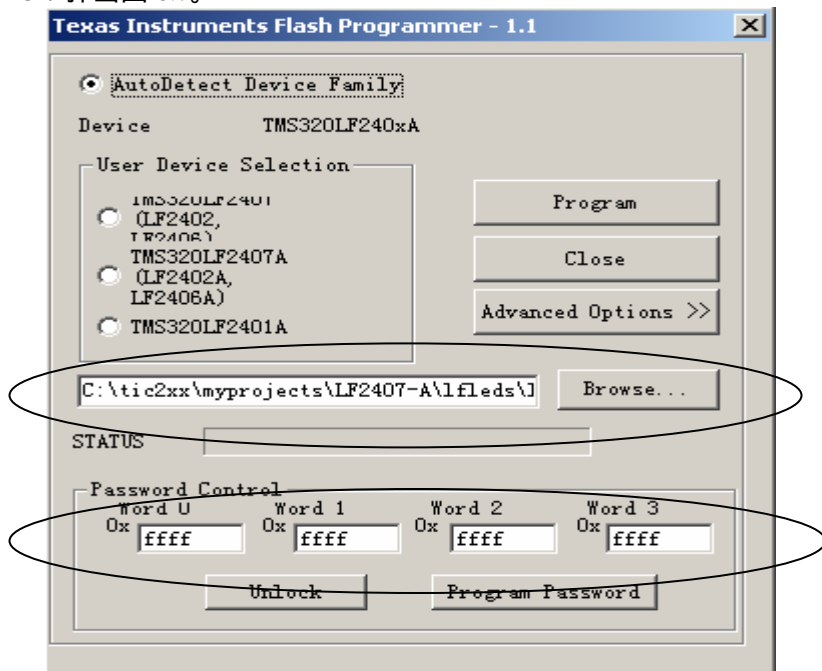

图 6.7 FLASH 烧写插件使用示意图 3
C. 弹出图 6.7。
- D. 需要注意的是, 如果芯片已经被加密, 在对芯片烧写前要先解密。解密方法就是在图 6.7 中, PASSWORD CONTROL 中先输入相应的密码, 然后点击 Unlock 按钮, 即可。如果想对片子进行加密, 同样的先输入密码, 再点击 Program Password 即可。